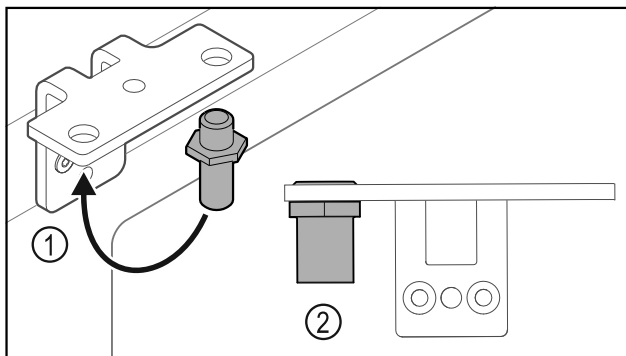

Fig. 31
- ▶ Flyt bolten Fig. 31 (1) i hængselvinklen.
- ▶ Spænd bolten Fig. 31 (2) med et **drejemoment på 12 Nm**.